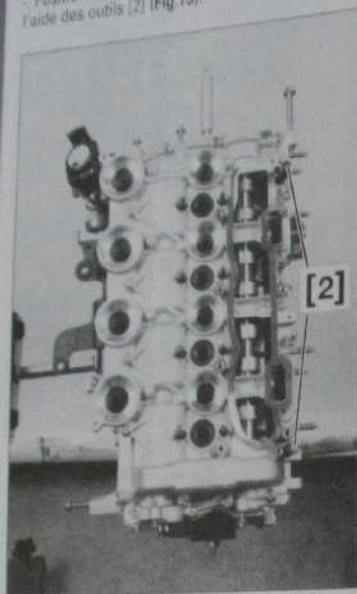

Fig. 79
- Positionner le carter palier d'arbres à cames à l'aide des outils (2) (Fig.79).